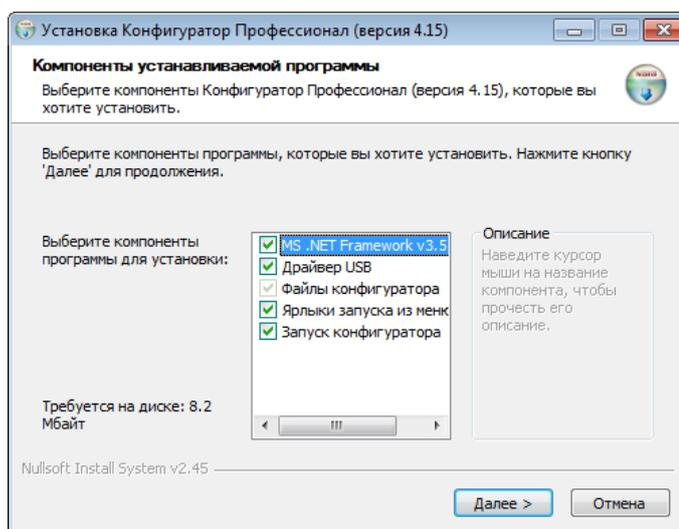

Рис. 4.1. Компоненты устанавливаемой программы
4. В открывшемся окне оставьте установленными все флажки и нажмите кнопку  (Рис. 4.1).